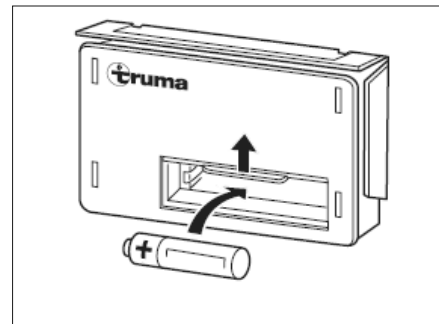

Fig. 103 Changement de pile
- Faire glisser vers le haut le recouvrement du compartiment à piles de l'allumage automatique (Fig. 103).
- Placer une pile neuve du même type dans le compartiment à piles de l'allumage automatique en respectant la polarité (+/-) (Fig. 103). Utiliser uniquement des piles Mignon à résistance thermique élevée (+70 °C) et ne coulant pas.